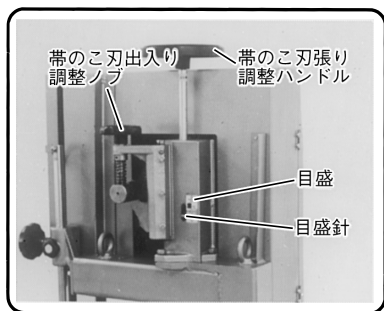
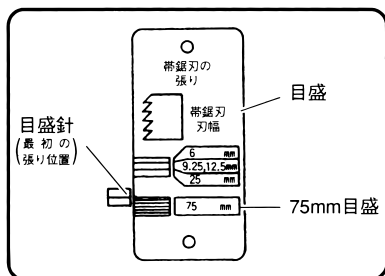

図 10
図 11
(6) 帯のこ刃張り調整ハンドルを回し、目盛針を75mm目盛の上端位置にします。(図10, 図11)